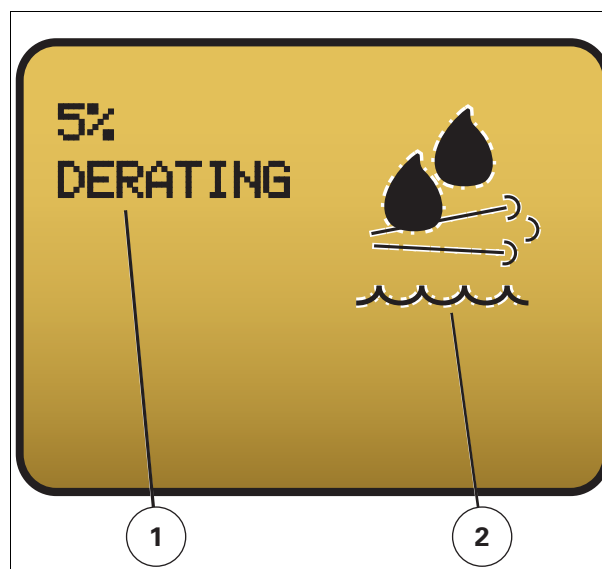

Рис. 7.
- Отображение предупредительного сообщения в Блок управления TMC относительно низкого уровня жидкости рис. 7